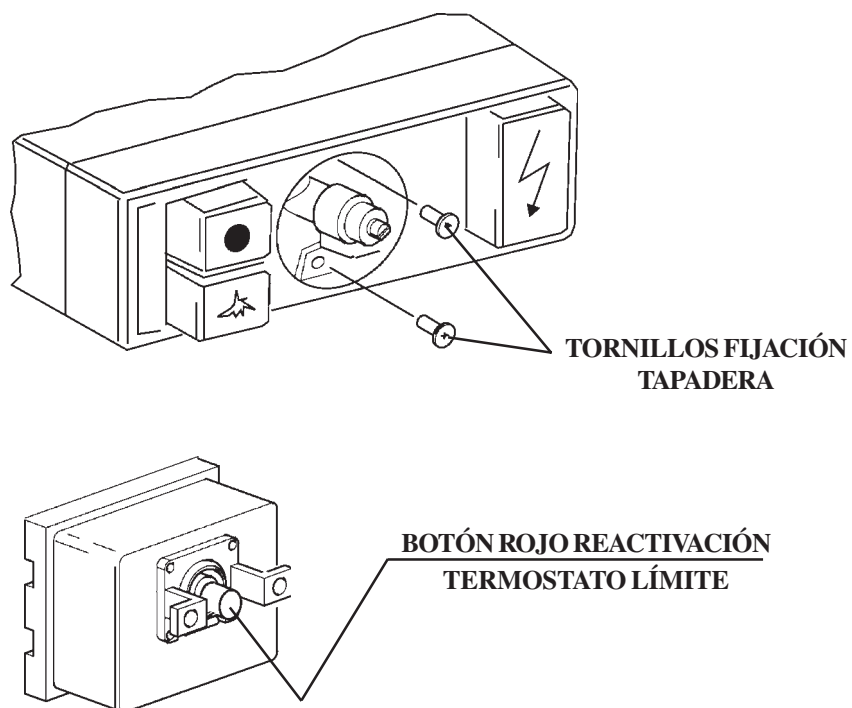

Fig. 10
G) Termostato de seguridad (Fig. 10)
Las freidoras constan de un termostato de seguridad (Fig. 10) que interviene en caso de sobrecalentamiento del aceite. Cuando está activado, para hacer funcionar nuevamente el aparato, hay que activar de otra vez el termostato (Fig. 10), operación que debe ser efectuada por personal experto, luego de haber comprobado la causa de su activación.